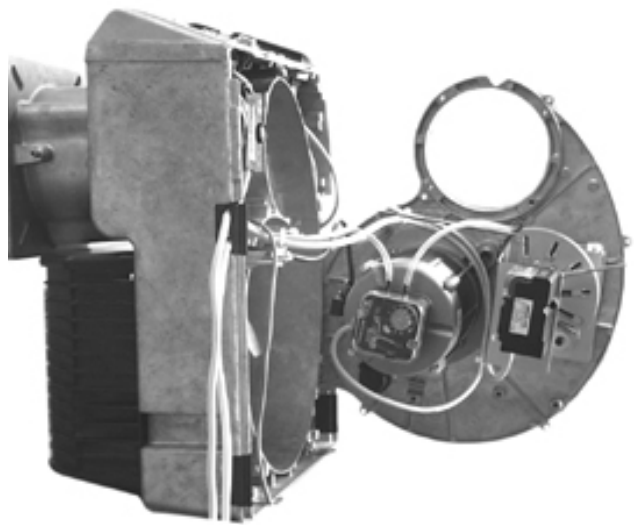

Fig. 28
- Enganchar la placa de los componentes tal como se muestra en la Fig. 28.
- Reinstale el cabezal de combustión y los 4 tornillos V1 - V4 (Fig. 28).